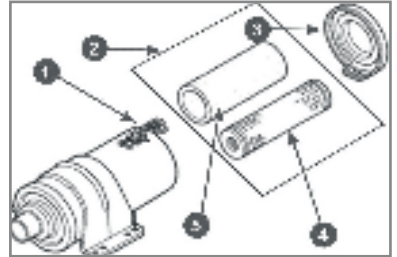

Рис. 14 Обслуживание воздушного фильтра
1. Отстегните защелку 1 и снимите крышку 3 воздушного фильтра (Рис. 14).
2. Извлеките воздушный фильтр 2 в сборе (Рис. 14).
3. Проверьте целостность и чистоту фильтрующих элементов. Поролоновый (предварительный) фильтрующий элемент 5 установлен на корпусе бумажного (основного) фильтрующего элемента 4 (Рис. 14).
ВНИМАНИЕ! *Бумажный фильтрующий элемент 4 (Рис. 14) не подлежит очистке, необходима его замена. Не продувайте его новой бумажный фильтрующий элемент сжатым воздухом, не промывайте его в бензине и других растворителях. Эксплуатация двигателя с грязными или поврежденными фильтрующими элементами, или без фильтрующих элементов приводит к попаданию грязи и пыли в карбюратор и двигатель, что в свою очередь, станет причиной его быстрого износа. Двигатель в этом случае не подлежит ремонту по гарантии.*